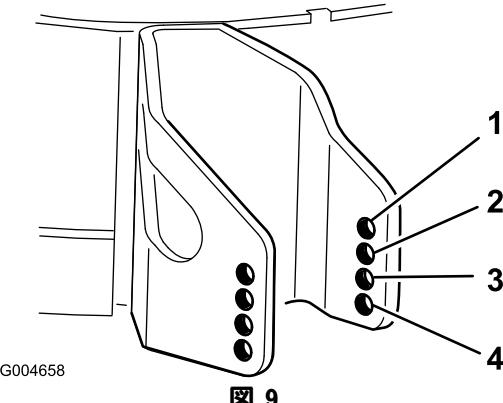

図 9
4. 設定した刈高に一番近い数値の穴を、芝削り防止ローラの取り付け穴とする（図 9）。